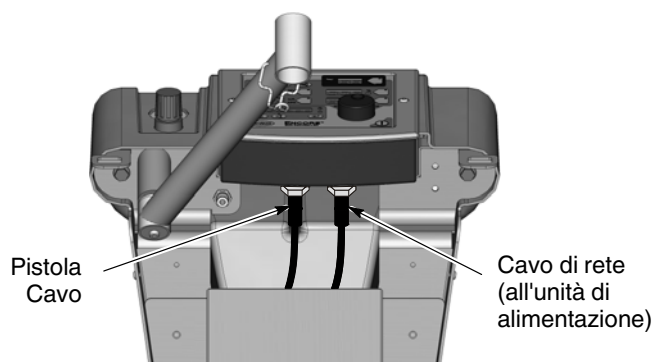

Figura 3-11 Collegamento del cavo della pistola al modulo d'interfaccia - Sistemi mobili
1. Sistema mobile: Vedi figura 3-11. Posare il cavo della pistola di spruzzo nel retro della torre del carrello e verso l'alto attraverso il davanti in alto. Questo permette di unire in un fascio il cavo con i tubi di spurgo e di pulizia con aria dell'elettrodo.